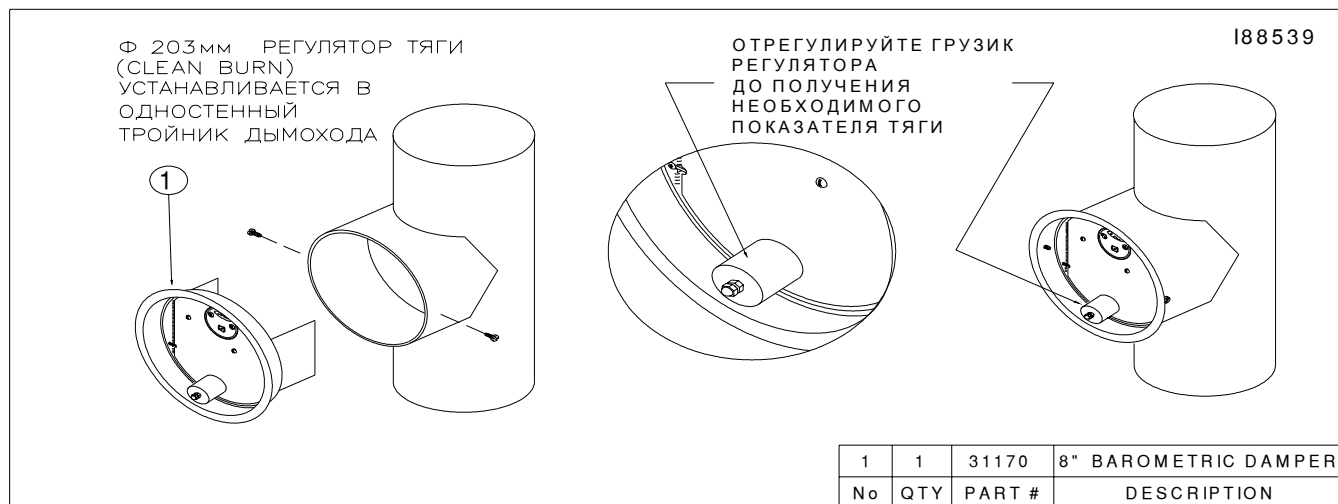

Рисунок 4J – Установка регулятора тяги
1. При установке используйте рисунок 4J. Установите однослойный Т-образный компонент в 1-ю вертикальную секцию дымохода в пределах 0.3 - 1 метра от отверстия выхода дымохода на корпусе котла.